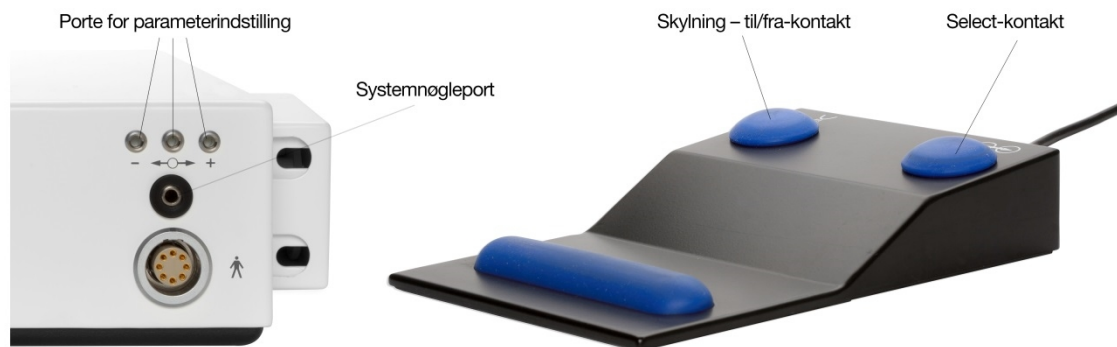

Fig. 9 + 10
1. Indsæt den pågældende implantatsystemnøgle i systemnøgleporten - se Fig. 9 - og vælg det pågældende programtrin ved at betjene select kontakten på fodkontrollen - se Fig. 10.
2. Vælg indstillingsfunktionen ved at klikke en gang i den midterste indstillingsport - se Fig. 9 - ved hjælp af kodestiften. Cursoren (hvid baggrund) på displayet viser nu, at hastigheden (RPM) er åben for indstilling.